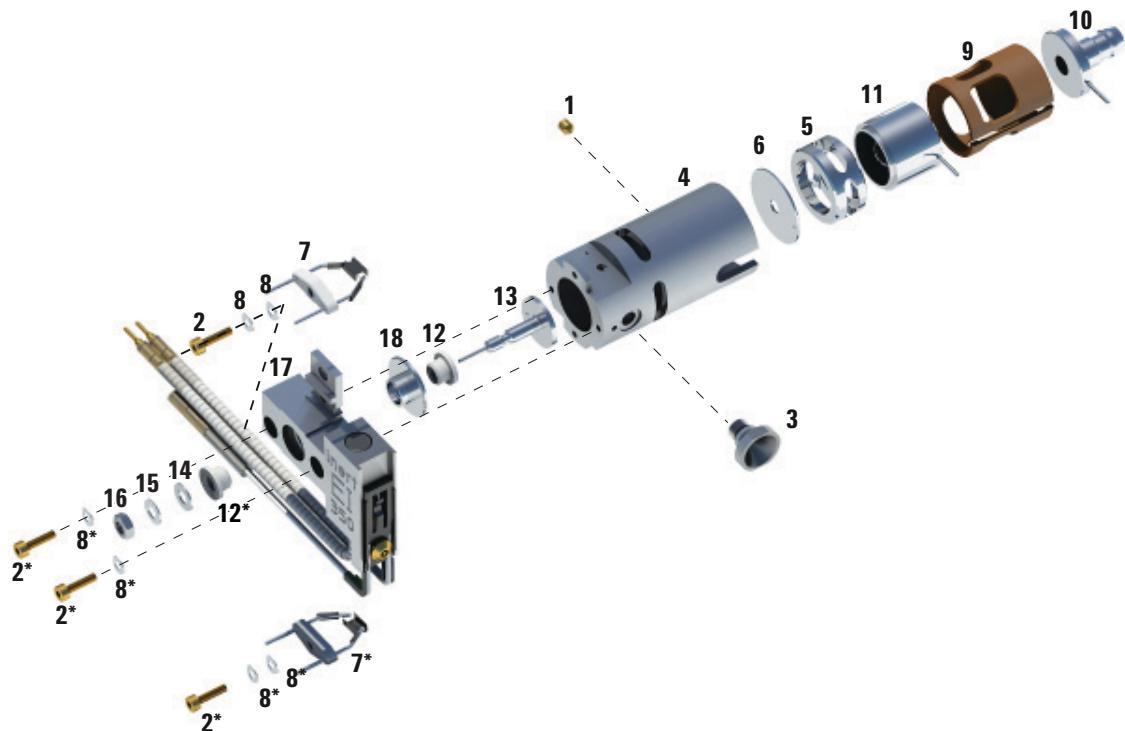

Figura 25 Montar la fuente estándar o inerte de iones de EI
- a Instale la inserción del bloque repulsor en el montaje del bloque calentador de la fuente. (Consulte la sección Figura 25 en la página 162).
- 2 Inserte la placa de descarga y el cilindro de descarga en el cuerpo de la fuente. (Consulte la sección Figura 25 en la página 162).
Tabla 20 Lista de piezas de la fuente estándar o inerte de iones de EI (Figura 25)